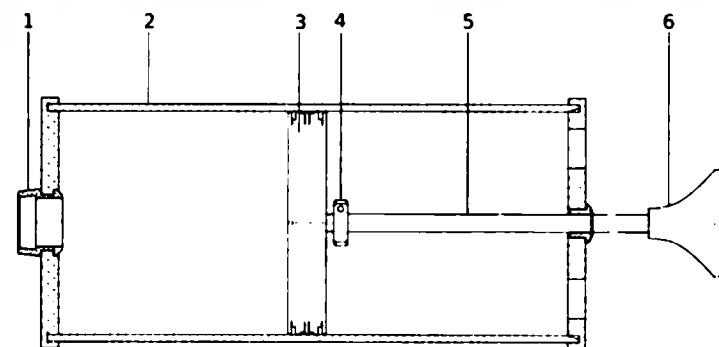

Рис. 1. Внешний вид шприца NS019201.021
Внешний вид шприца в схематическом виде представлен на рис. 1.
При перемещении ручки (поз. 6 на рис. 1) из положения, при котором она находится у цилиндра (поз. 2 на рис. 1) шприца, на себя рабочий объем надпоршневого пространства шприца под действием атмосферного давления заполняется воздухом. Затем при перемещении ручки от себя воздух проходит через датчик калибруемого МИ.
1. Подключение датчика МИ к манжете шприца (поз. 1 на рис. 1) (при необходимости воспользуйтесь переходником, входящим в комплект МИ).